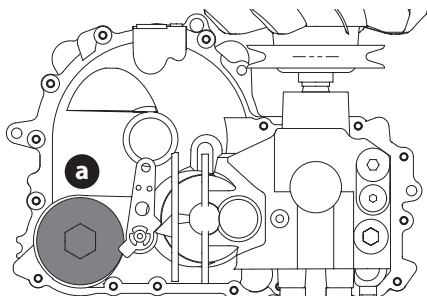

Figure 45
2. Placez un récipient approprié sous le couvercle du filtre à huile (a) de transmission. Retirez le couvercle du filtre à huile de transmission pour vidanger l'huile (Figure 45). Retirez et jetez le joint torique.
4. Remplacez le nouveau filtre et placez le nouveau joint torique sur le couvercle du filtre (a) (Figure 45).